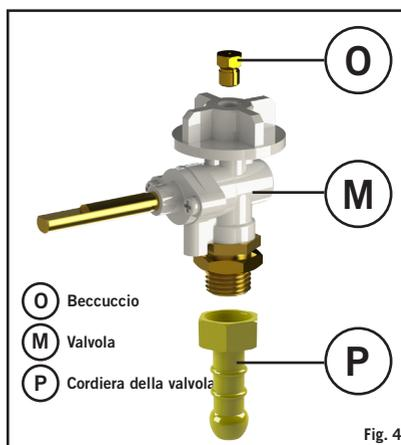

Fig. 4
- Avvitate un tubo con il giunto filettato appropriato a ogni estremità al BSPP da 1/4" di sinistra della valvola (O) (Fig.4). Attaccate un adeguato erogatore a bassa pressione da 50 mbar all'altra estremità del tubo. Il tubo usato dev'essere conforme ai parametri DIN 4815 parte 2 o equivalenti.